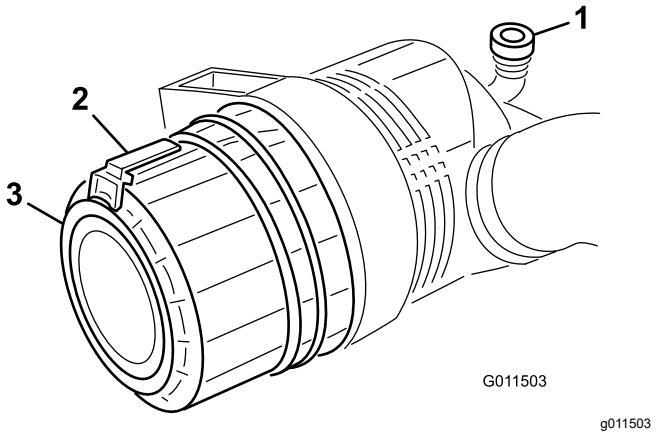

Рисунок 54
- Оттяните защелку наружу и поверните крышку воздухоочистителя против часовой стрелки (Рисунок 54).